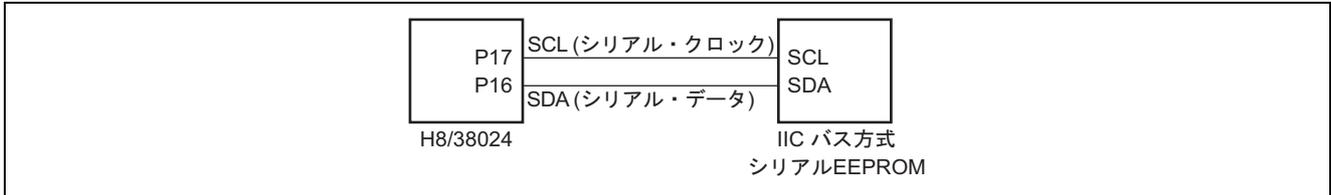

図 1 EEPROM との接続例
- (1) 図 1 に示すように、SCL (Serial Clock) と SDA (Serial Data) の 2 線により接続された IIC バス方式シリアル EEPROM と接続します。
- (2) マイコン ROM 上のデータを EEPROM に Write し、EEPROM に Write されたデータを再びマイコン RAM に Read します。
- (3) LSB ファースト方式による転送を行います。